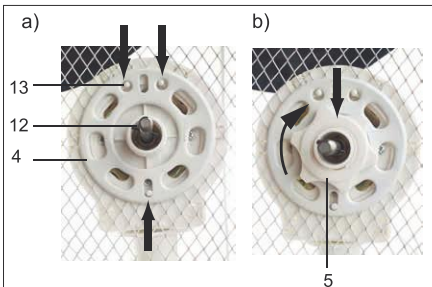

Fig.98: Montering av det bakre skyddsgallret
4. Sätt fast det bakre skyddsgallret (4) på motorblockets axel (12) och centreringstift (13), se bild 98, a).
5. Skruva därefter fast sextantsmuttern (5) på axeln genom att vrida den medsols, se bild 98, b).